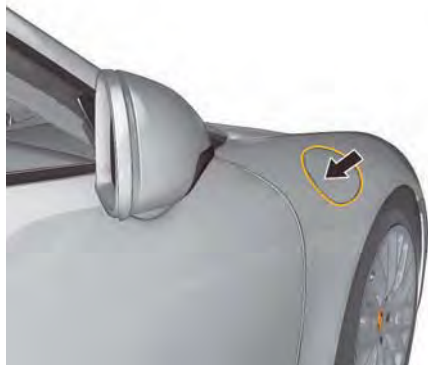

図49: フィラー・フラップを開く
1. フィラー・フラップの後部 (図49) を押すと、フラップが開きます。